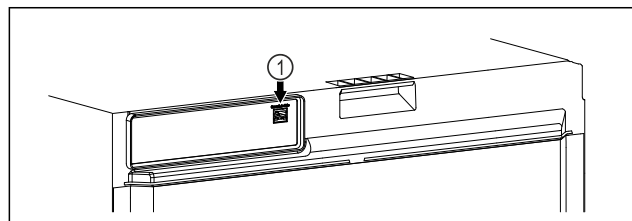

Fig. 105
- ☐ SmartModule Fig. 105 (1) is geplaatst.